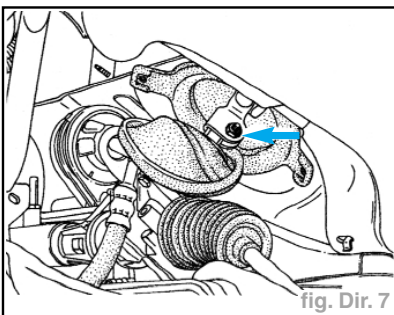

fig. Dir. 7
- Repousser le protecteur caoutchouc vers le boîtier de direction et déposer la vis à came de la chape rabattable (fig. Dir. 7).
- Déposer la vis à came de la chape rabattable (fig. Dir. 7).